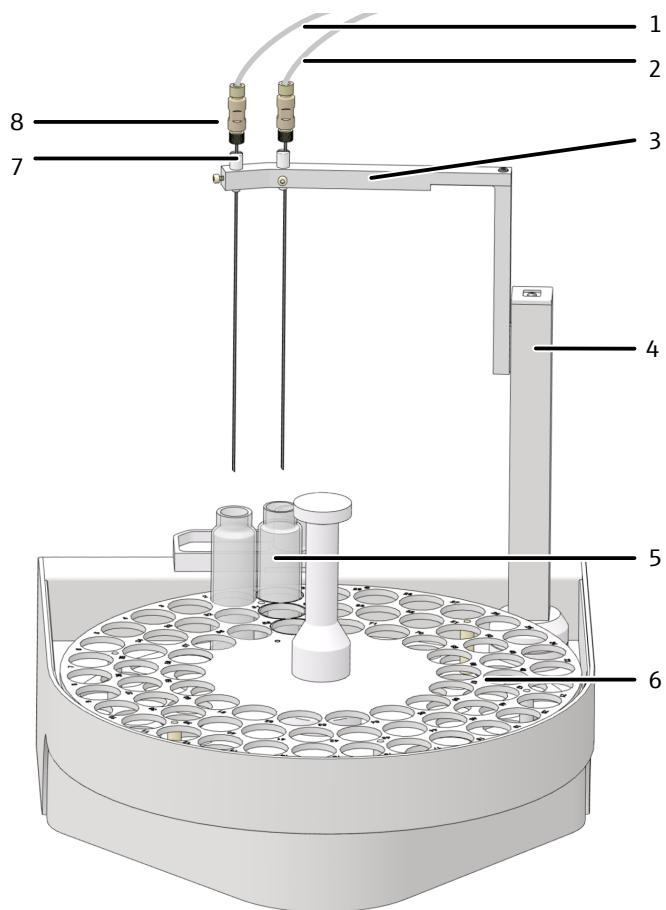

图 29 AS vario 自动进样器的布局
- ▶ 对于使用平行吹扫进行的 NPOC 测量：在套管底座的两个位置分别插入一个带套筒的套管（图 29 □ 44）。